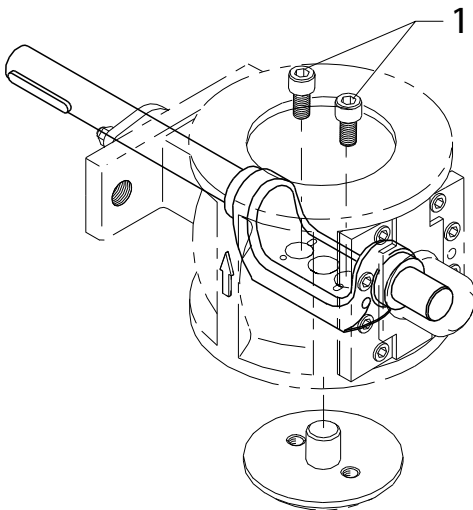

Fig.6-12 Austausch des Sitzes DN 80-250
4. Lösen Sie die Schrauben (→ Fig. 6-12/1) wechselweise mit Hilfe eines Schraubenschlüssels. Überprüfen Sie die Oberfläche des Kugelsegments auf Beschädigungen. Beschädigungen am Segment können einen neuen Sitz sehr schnell zerstören. Falls das Kugelsegment ausgetauscht werden muss, siehe „Kugelsegment ersetzen“ (→Kap. 6.7).